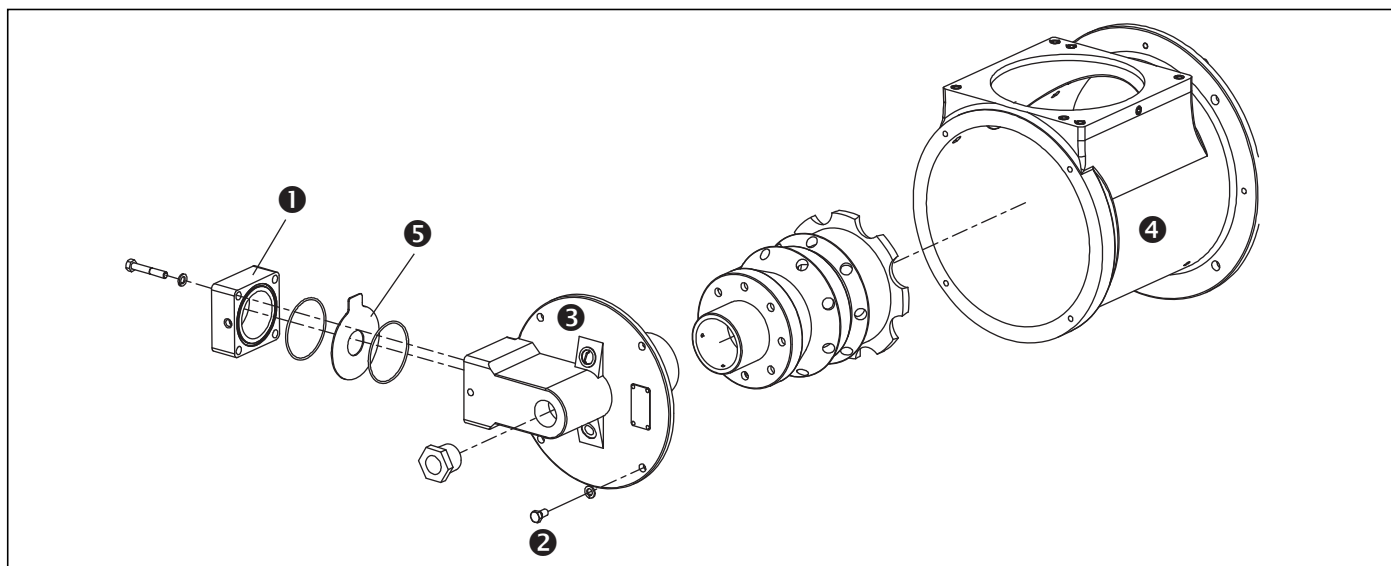

图 5.1.
6. 拆除并清洗孔板 ⑤，参见图 5.1。
检查喷嘴和燃烧管 / 耐火砖时无需把燃烧器从燃烧室壁上拆除，也无需进入燃烧室。参见图 5.1。执行以下操作：